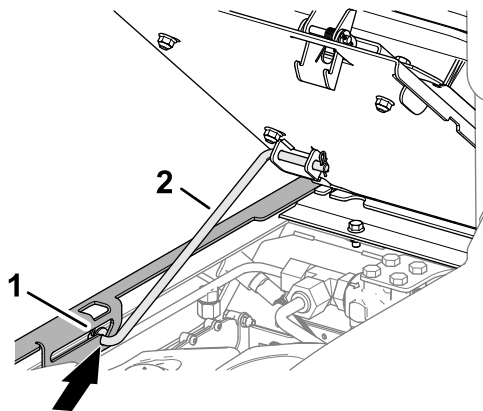

Figure 108
3. Engagez la béquille avant dans le cran de la fente sur le support de siège (Figure 108).